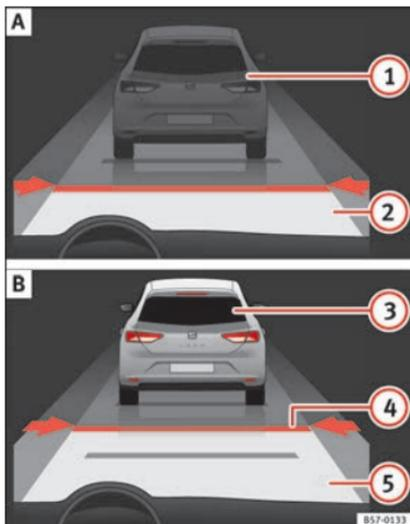

Abb. 209 Im Display des Kombiinstrumentes:
Anzeigenbereiche im Display » **Abb. 209:**
der Schalttafel die grüne Kontrollleuchte ein und auf dem Bildschirm werden die programmierte Geschwindigkeit und der Zustand der ACC angezeigt **» Abb. 209.**
Die programmierte Geschwindigkeit kann je nach Wunsch während der Fahrt oder bei Fahrzeugstillstand geändert werden. Jegliche Änderungen der programmierten Geschwindigkeit werden unten links im Display des Kombiinstruments angezeigt **» Abb. 209.**
- Um die ACC zu aktivieren, müssen Sie, wenn sich der Hebel in Position **1** befindet, die Taste **SET** drücken oder den dritten Hebel der ACC in die Position **2** »» **Abb. 211** bringen. In diesem Moment wechselt die ACC-Anzeige im Display des Kombiinstrumentes in den Modus *Aktiv* »» **Abb. 209**.